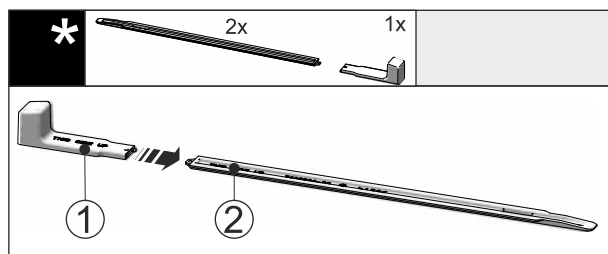

Fig. 50
- Steek de montagegreep Fig. 50 (1) op de nivelleerrail Fig. 50 (2).